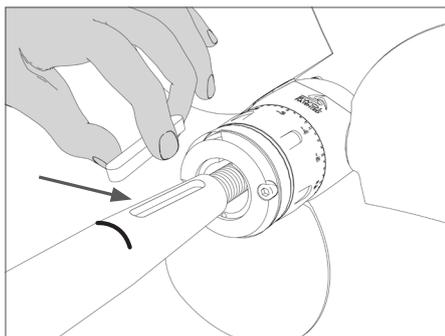

FIG. 12 | Insetimento della chiavetta sull'asse
- Inserire la chiavetta sull'asse (Fig. 12).